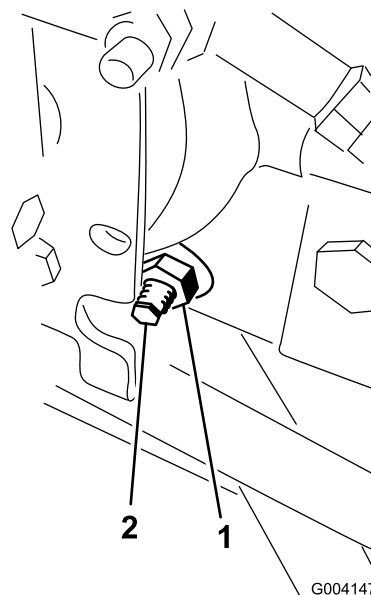

図 79
3. ハイドロスタットの右側にあるトラクション調整カムのロックナットをゆるめる 図 79。